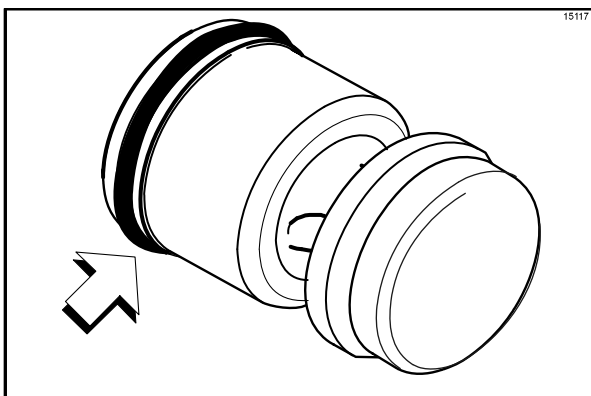

Figura 143
2. Monte o pistão. Deslize o anel de vedação vermelho até o canal do pistão. **NÃO** lubrifique o anel de vedação. (Veja a Figura 143.)